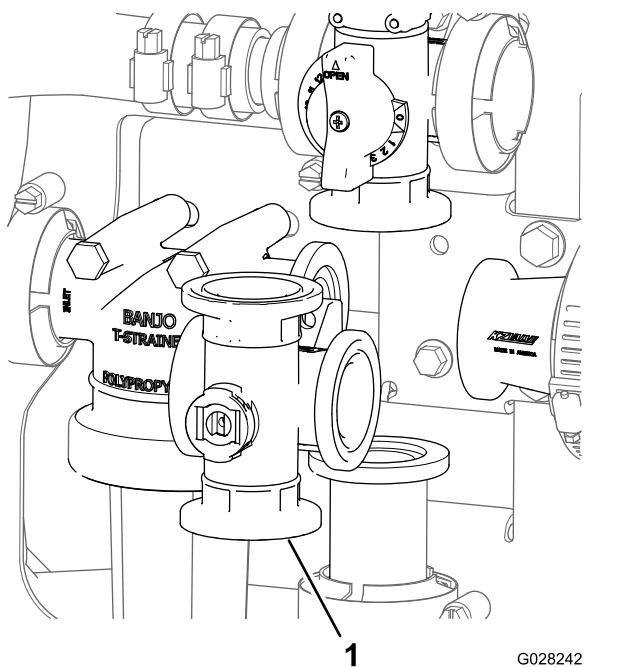

図 135
2. 機体から攪拌バルブマニホールドを取り外す 図 135。